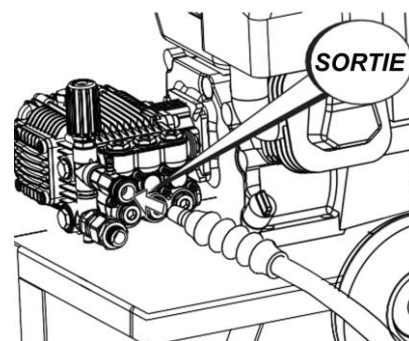

Fig. 9
- Insérez le raccord du tuyau haute pression dans l'orifice du pistolet (orifice de sortie d'eau). Voir la figure 9.